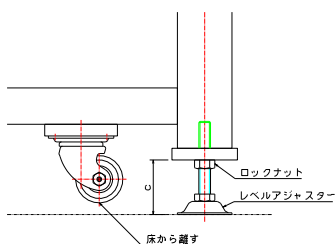

図 2
- ii. レベルアジャスターをスパナで回してスケールで高さ(図2のc寸法)をあわせ、5個全てが床に接地するように調整してください。キャスター付の場合はキャスターが床に接地していないことを確認してください。調整後はロックナットを締めてください。(図2、表1参照)